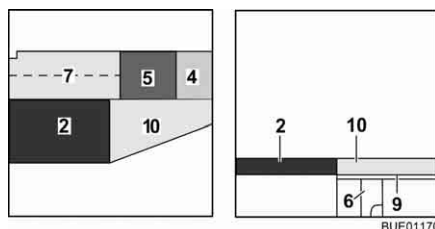

Fig. 132 Après la transformation
- Placer le coussin d'assise (Fig. 132,5) au centre.
- Placer le coussin de dossier (Fig. 132,4) entre le coussin d'assise et la cloison.
- Placer le coussin supplémentaire (Fig. 132,10) sur la rallonge latérale de lit.